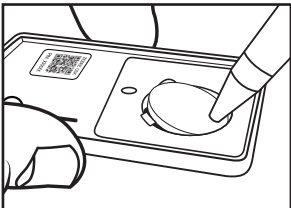

FIGURE 5
3. Tout en tenant solidement le capteur sur une surface plane, appuyez sur le bord inférieur de la pile avec un stylo (voir la figure 5).